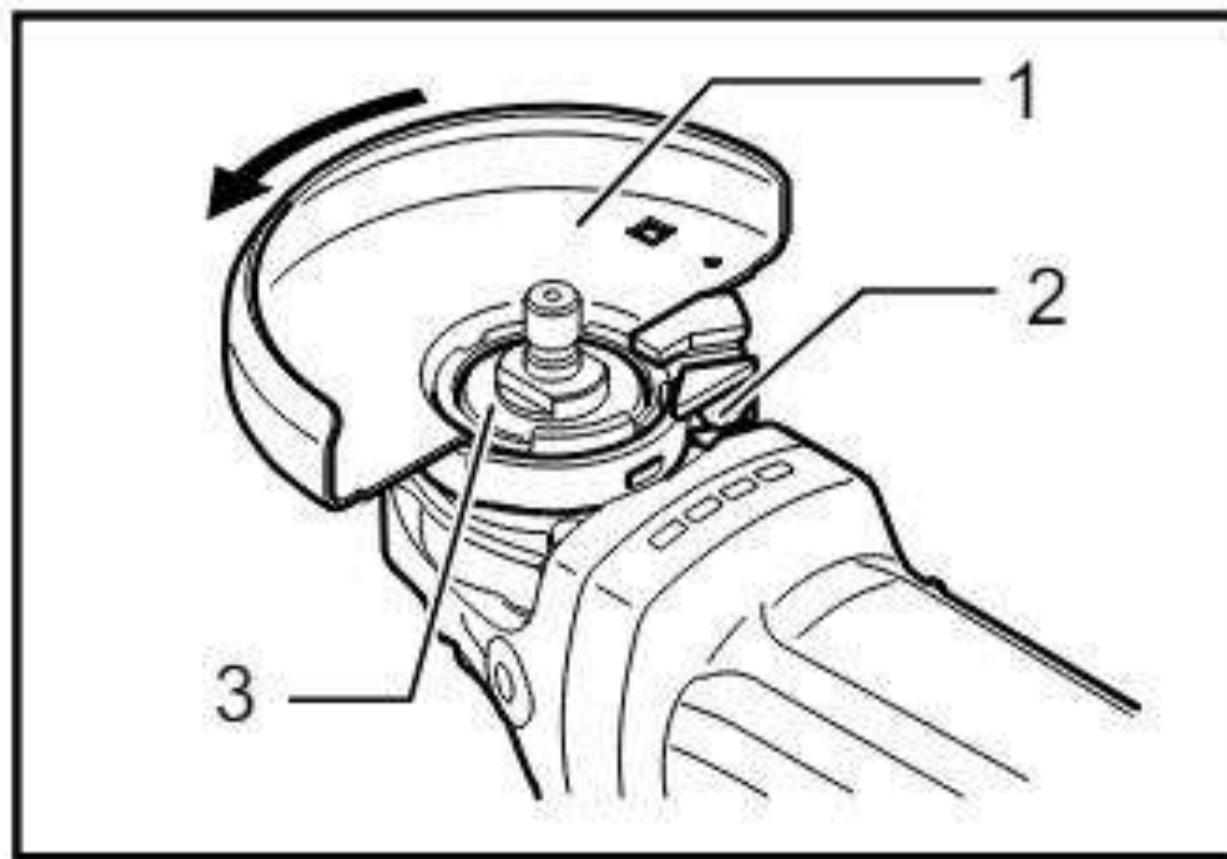

Рис. 5
• УСТАНОВКА ЗАЩИТОГО КОЖУХА (Рис.5)